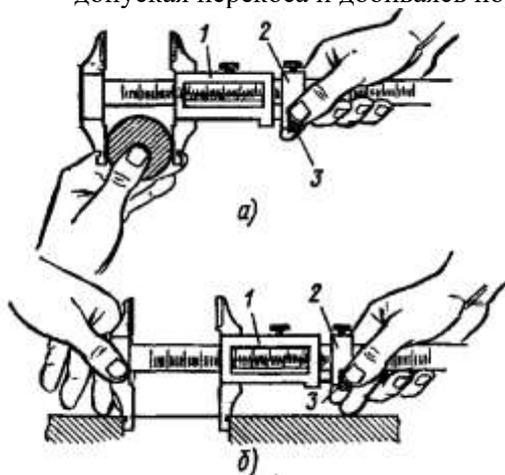

Рис. 8. Приемы измерений штангенциркулем ШЦ-II
1. установить приблизительно контролируемый размер (при наружном измерении рис.8, *a* несколько больше, а при внутреннем рис. 8, *б* несколько меньше контролируемого размера). Закрепить рамку микрометрической подачи 2 ;